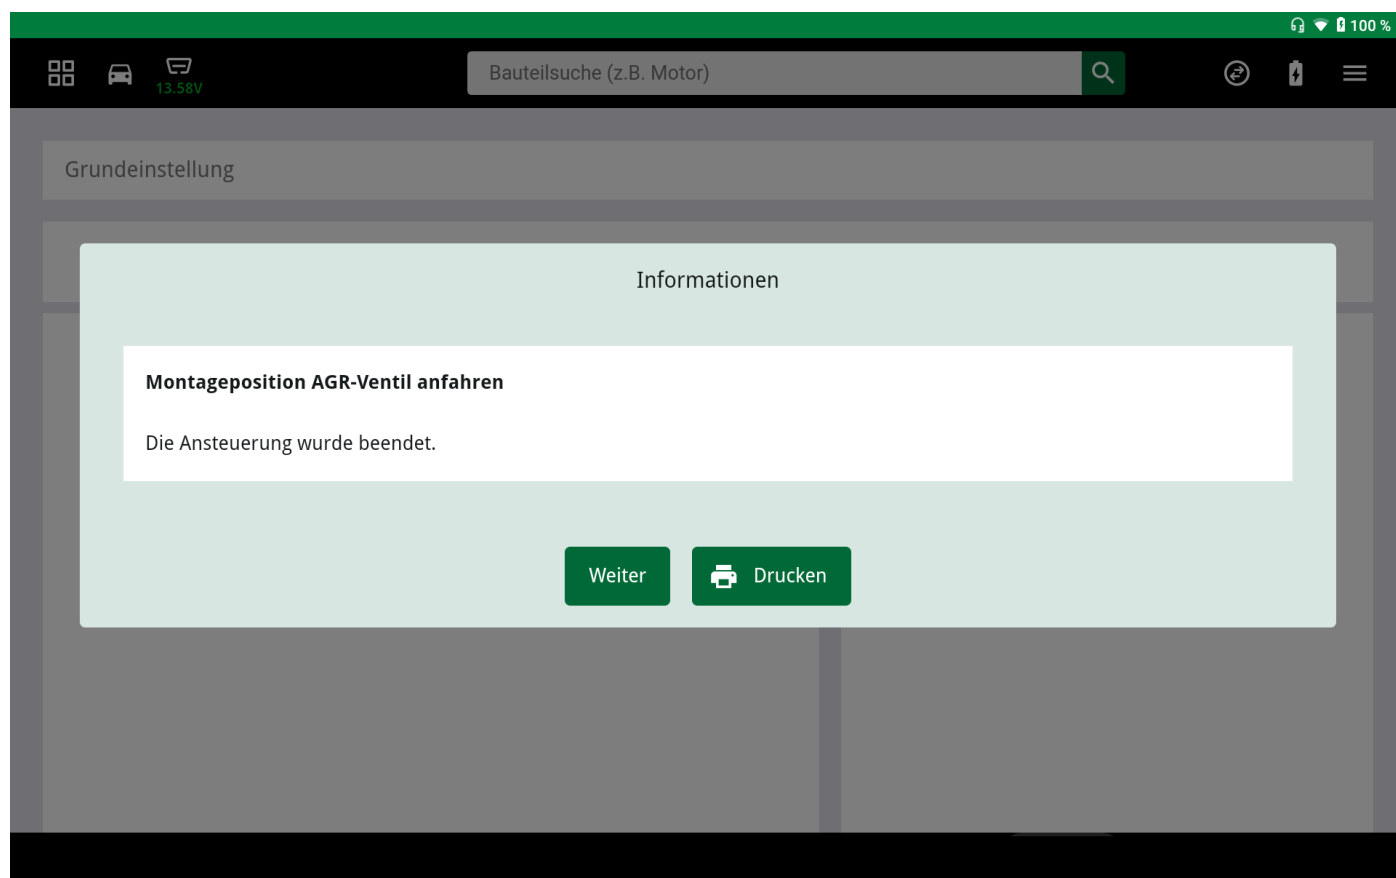

Fig. 7) Após a montagem - desligar a ignição
- Desligar a ignição após a montagem (ver fig. 7)